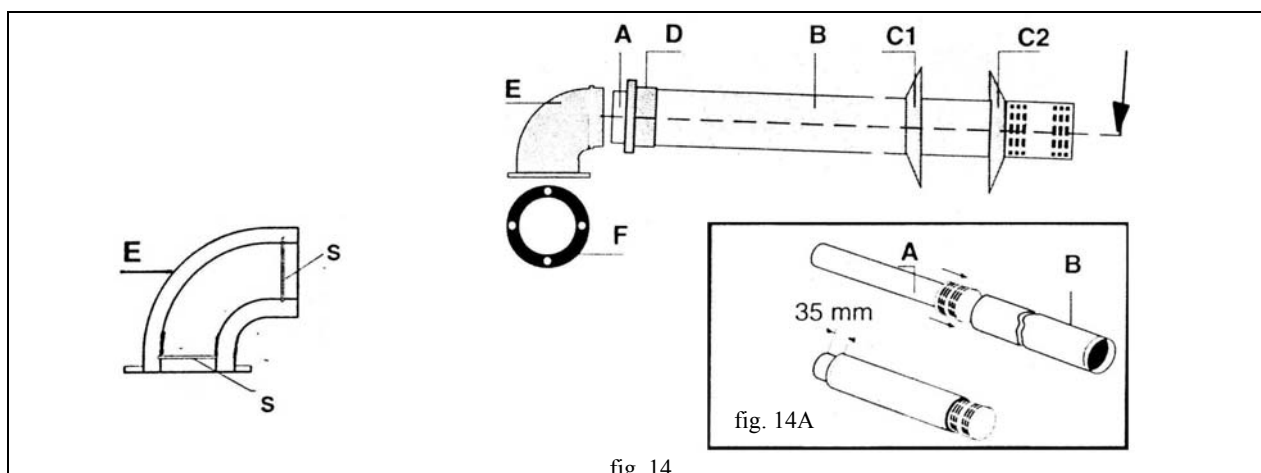

fig. 14
Questo sistema non necessita di canna fumaria in quanto lo scarico e la ripresa dell'aria per la combustione vengono installati, dove permesso, direttamente a parete. Il kit (fig. 14) è costituito da:
- Praticare sul muro un foro Ø 105 mm in posizione tale che i tubi siano in leggera pendenza verso il basso (fig. 14).
- Inserire il collare interno C1 nel tubo Ø 100 (fig. 14).
- Posizionare il manicotto di gomma D sul tubo B (fig. 14).
- Introdurre il tubo coassiale dotato di terminale nel foro praticato sul muro (fig. 14).
- Inserire il collare esterno C2 nel tubo Ø 100 (fig. 14).
- Portare il manicotto di gomma D fino a coprire l'interspazio tra la curva E ed il tubo Ø 100 mm (fig. 14).
- Sigillare, con malta cementizia o simili, lo spazio tra il tubo B e il muro (fig. 14).